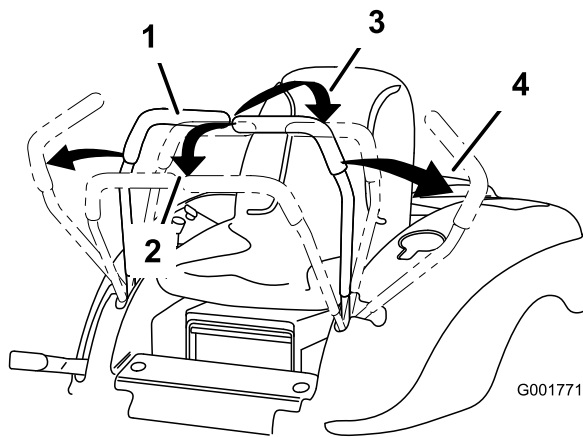

Bild 11
2. Schieben Sie für das Vorwärtsfahren die Fahrtriebsschalter langsam vorwärts (Bild 11).
Wenden Sie zum Geradeausfahren auf beide Fahrhebels denselben Druck an (Bild 11).
Verringern Sie zum Wenden den Druck auf den Fahrhebels an der Seite, in deren Richtung Sie wenden möchten (Bild 11).
2. Ziehen Sie zum Rückwärtsfahren die Fahrhebels langsam nach hinten (Bild 11).